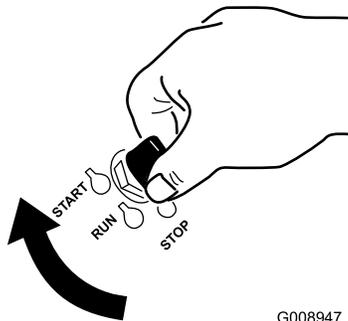

Bild 18
7. Drehen Sie den Zündschlüssel auf die Start-Stellung (Bild 18). Lassen Sie den Schlüssel los, sobald der Motor anspringt.